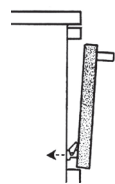

Bild 33
- Die Backofentür-Scharniere in die Öffnungen am Backofen einführen, und unten einrasten lassen (Bild 33).